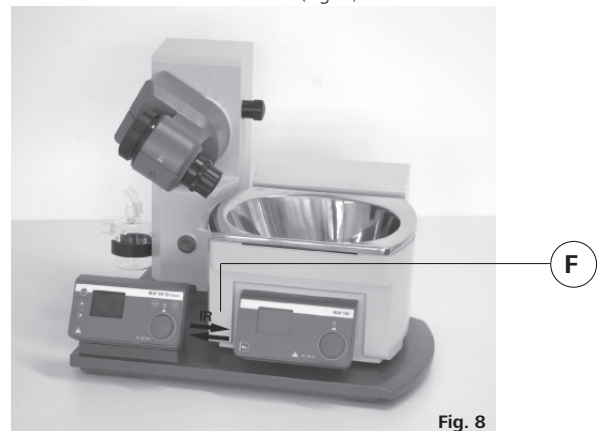

Fig. 8
- ☞ Stellen Sie das Heizbad auf die Stellfläche des Rotationsantriebes und schieben Sie es in die linke Position (Fig. 8).